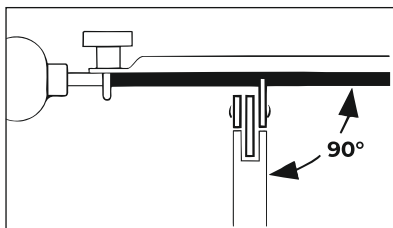
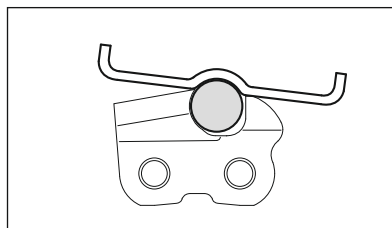

Рис. 77
Рис. 78
- Напильник направлять: горизонтально (рис. 77) (под прямым углом к боковой поверхности направляющей шины), соответственно заданным углам – согласно маркировкам на державке напильника – державку напильника наложить на спинку зубца и на ограничитель глубины (рис. 78)